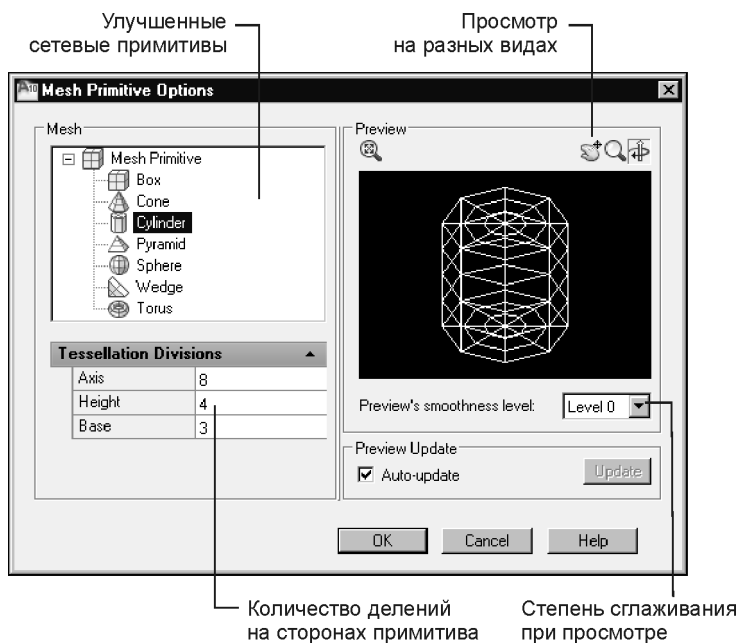
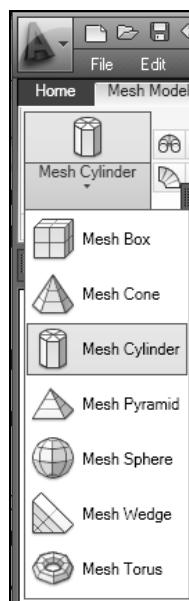
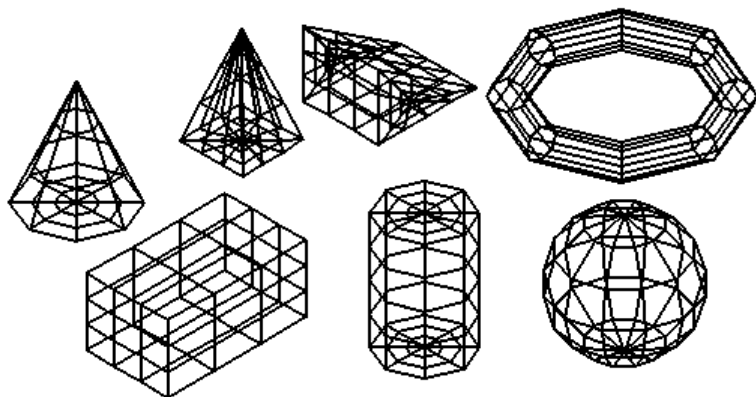

Рис. 11.18. Диалоговое окно **Mesh Primitive Options**
Рис. 11.19. Графическое меню для вызова команд построения улучшенных примитивов
Рис. 11.21. Улучшенные сетевые примитивы различной геометрической формы
Кроме того, в отличие от полигональных примитивов, на боковых поверхностях улучшенных примитивов создается заданное количество граней. Параметры, определяющие количество граней, задаются в диалоговом окне **Mesh Primitive Options** (Параметры сетевых примитивов) (рис. 11.18).
1. Вызовите диалоговое окно **Mesh Primitive Options** (Параметры сетевых примитивов) (см. рис. 11.18) и настройте параметры, определяющие количество делений на ребрах цилиндра.
- **Axis** (Ось) — количество делений вокруг оси (на рис. 11.18 их 8);
- **Height** (Высота) — количество делений по высоте (3);
- **Base** (Основание) — количество делений по радиусу (3).
2. Вызовите команду построения улучшенного сетевого цилиндра щелчком по кнопке  **Mesh Cylinder** (Сеть-Цилиндр) на панели инструментов **Primitives** (Примитивы) вкладки ленты **Mesh Modeling** (Сетевое моделирование) (рис. 11.19).
На рис. 11.21 приведены примеры улучшенных примитивов, которые можно построить с помощью графического меню, изображенного на рис. 11.19.